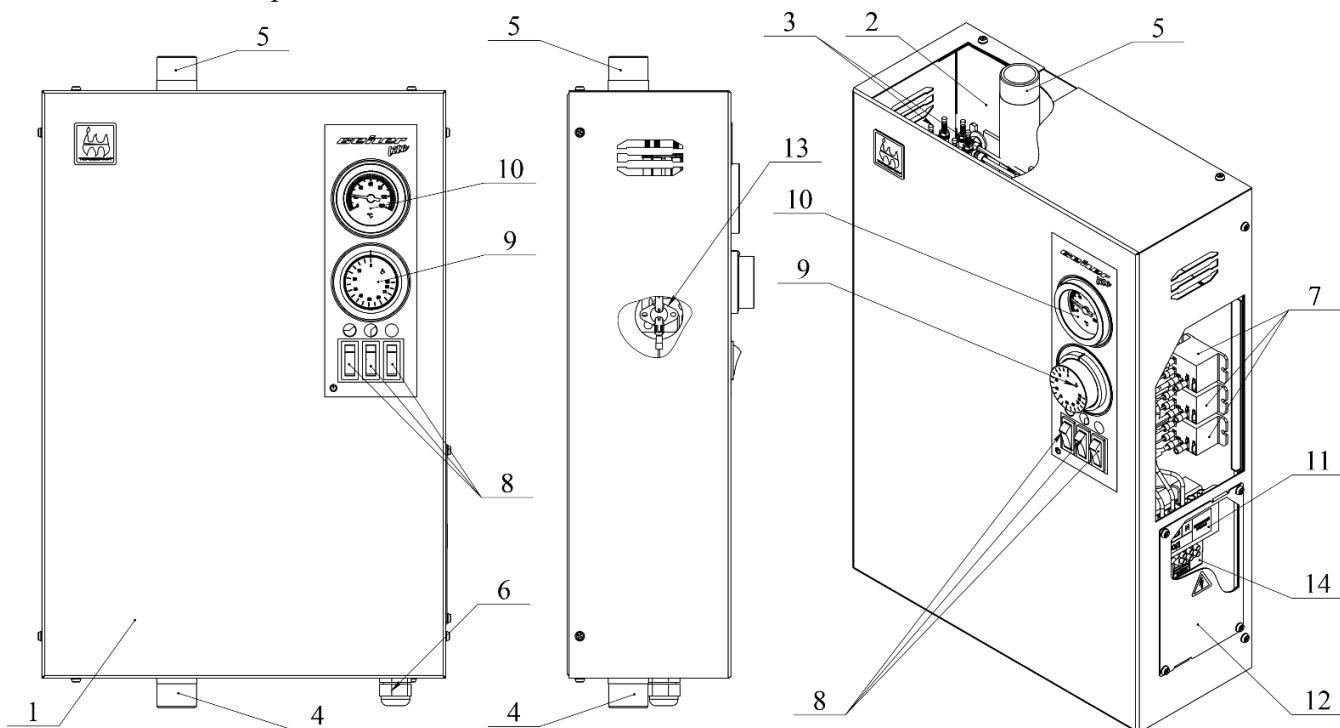
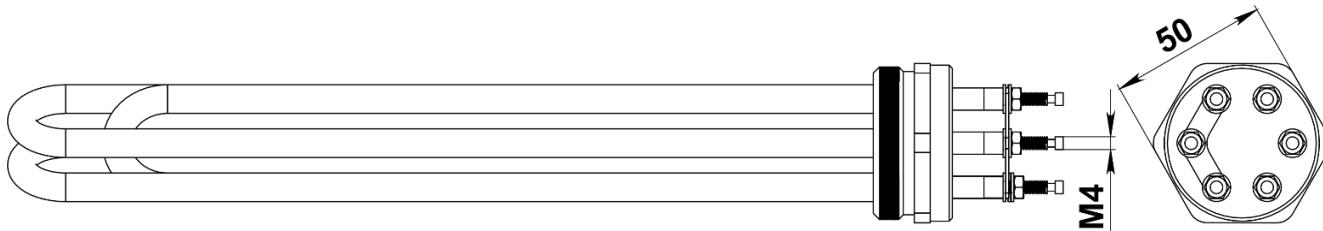

Рис. 2 Устройство водонагревателя
Рис. 3 Блок трубчатых электронагревателей (ТЭН6)
Внутренний корпус электроводонагревателя представляет собой стальной резервуар, обернутый теплоизоляционным материалом, с подающим и обратным патрубками (Рис.2 поз. 4,5), пред назначенными для присоединения котла к системе отопления.
Сверху к резервуару приварены муфты, куда на резьбе вкручены два блока трубчатых электронагревателей (ТЭНы) (Рис.2 поз. 3). Блок ТЭНов (Рис. 3) предназначен для нагревания теплоносителя в системе отопления. ТЭНБ представляет собой фланец с наружной резьбой, в который
Снаружи корпус котла закрыт декоративным кожухом (Рис. 2 поз. 1). В верхней части внутреннего корпуса котла находится биметаллический термоограничитель (Рис. 2 поз. 13), который отключает нагрев и предотвращает закипание теплоносителя при аварийных ситуациях, связанных с отказом терморегулятора и настроен на температуру 95°C. При остывании термоограничитель возвращается в рабочее положение.
В верхней части электроводонагревателя на панели котла смонтирован блок управления. В нем установлены клавишные выключатели (Рис.2 поз. 8), электромагнитные реле (Рис.2 поз. 7), капиллярный термометр (Рис.2 поз. 10) и терморегулятор (Рис.2 поз. 9), управляющий работой котла.
Отсек монтажной колодки расположен сбоку в нижней части котла. В данном отсеке производится подключение электроводонагревателя к питающей сети. Для подключения к сети не нужно разбирать корпус котла, достаточно снять лючок отсека подключений (Рис. 2 поз. 12).
При включении первого клавишного выключателя (Рис. 2 поз.8) в положение «ВКЛ» подается питание на электромагнитное реле - подключается первая ступень мощности блока ТЭНов (Рис. 2 поз. 3).
В дополнительной колодке предусмотрено подключение циркуляционного насоса (Рис.2 поз. 14). Насос может работать в двух режимах:
- Снять лючок отсека подключений (Рис.2 поз. 12), предварительно выкрутив винты крепления;